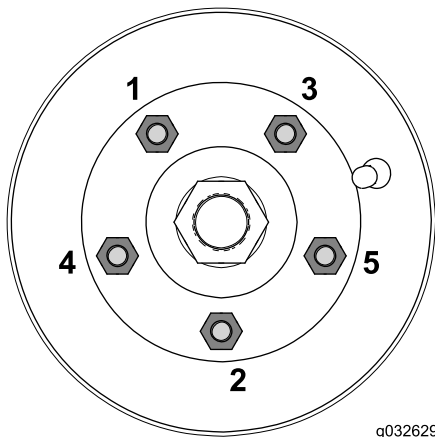

Bild 84
3. Ziehen Sie die Radmuttern bis auf 88-115 N·m in der folgenden Reihenfolge an (**Bild 84**).